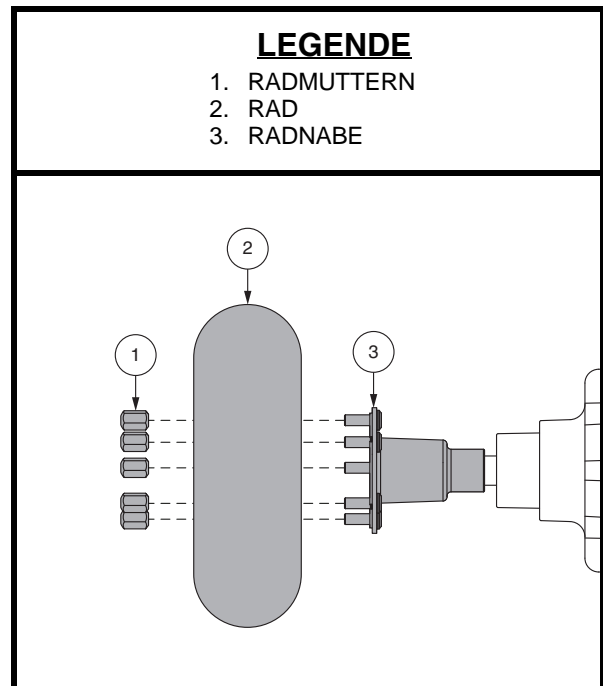

Abb. 22. Reifenradenthebung
4. Entfernen Sie die Radmuttern Antriebsrades von der Radnabe. **Siehe Abb. 22.**